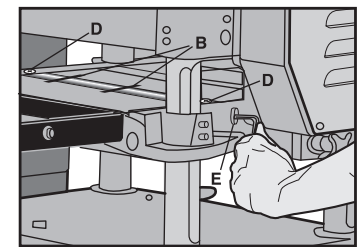

FIG.28
- Colocar los calibradores de ajuste (B) fig 27, a lo largo de los rodillos de la mesa (A) y ajustar su altura aflojando el juego de tornillos (D) Fig.28 y girando los tornillos (E) Fig.28. para levantar o bajar los rodillos de la mesa.